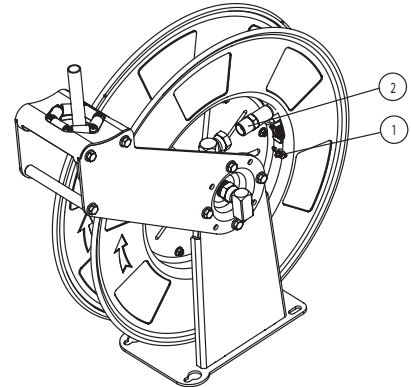

Рис. 4
2. Подсоединить новый шланг к поворотному соединению (2) (рис. 4), убедившись, что шланг размещается на пластиковой детали. Затем крепко прижать шланг к намоточному барабану с помощью P-образного зажима (1). Не рекомендуется прилагать большое усилие к поворотному соединению. Для этого шланг должен оставаться в расслабленном состоянии между P-образным зажимом и поворотным соединением, образуя плавную кривую.
2. Удалить P-образный зажим (1) (рис. 4) и отсоединить шланг от поворотного соединения (2) (рис. 4).
4. Подсоединить новый шланг к поворотному соединению (2) (рис. 4), убедившись, что шланг размещается на пластиковой детали. Затем крепко прижать шланг к намоточному барабану с помощью P-образного зажима (1). Не рекомендуется прилагать большое усилие к поворотному соединению. Для этого шланг должен оставаться в расслабленном состоянии между P-образным зажимом и поворотным соединением, образуя плавную кривую.
3. Полностью вытянуть шланг. Намоточный барабан блокируется с помощью храпового механизма. Вынуть P-образный зажим (1) (рис. 4) и отсоединить шланг от поворотного соединения (2) (рис. 4).